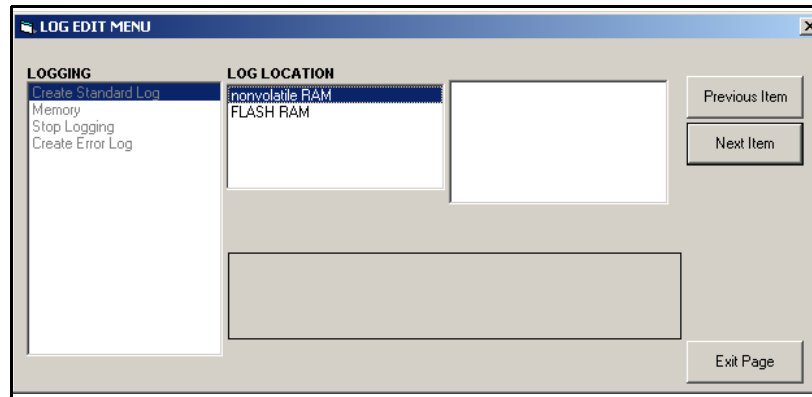

Рис. 12: Log Location в опции Create Standard Log
- a. Дважды нажмите значок *Create Standard Log* (Создать стандартный журнал). Появится окно похожее на *Рис. 12* внизу.